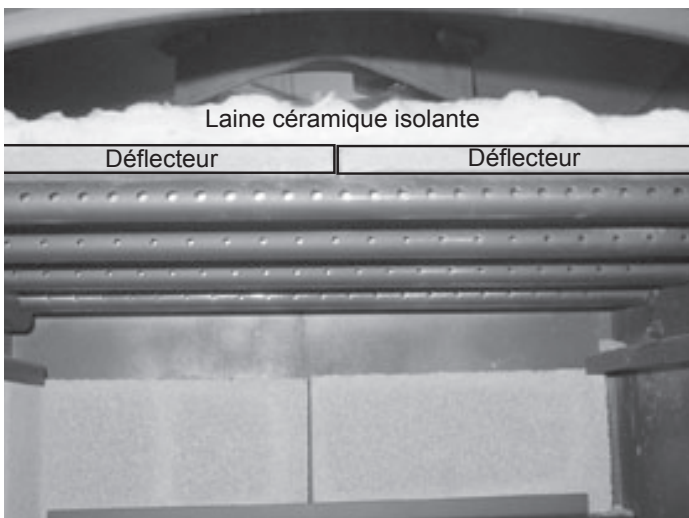

Figure 24.2
4. Réinstallez-le en procédant dans l'ordre inverse. Contrôlez que la plaque-défecteur et la laine céramique sont en place. **Figure 24.2.**